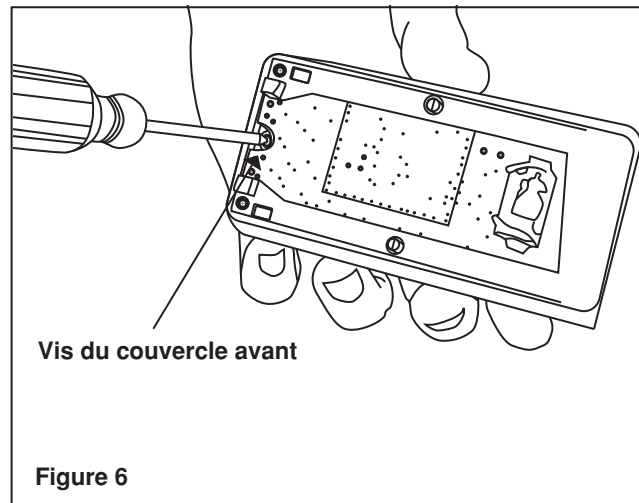

Figure 6
2. Dévisser la vis inférieure arrière et retirer le couvercle avant (**figure 6**).